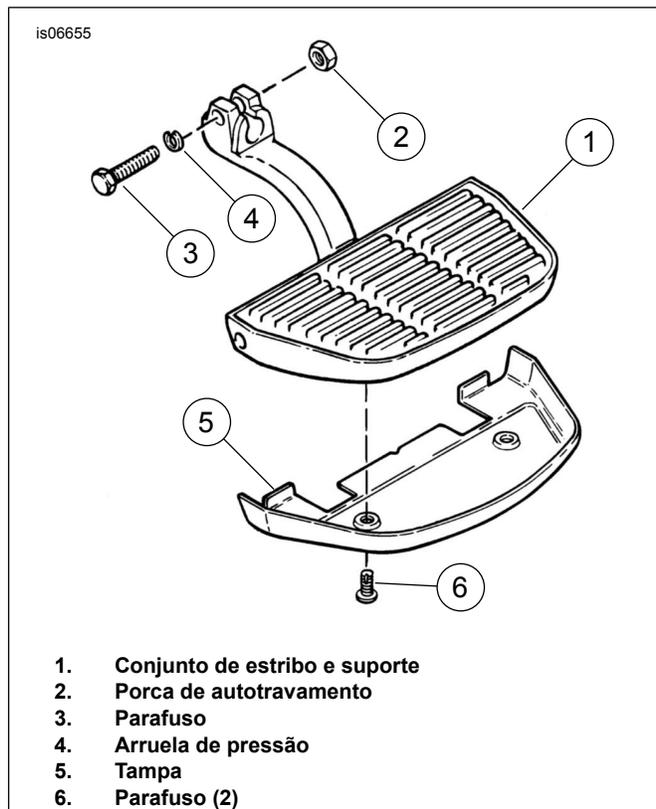
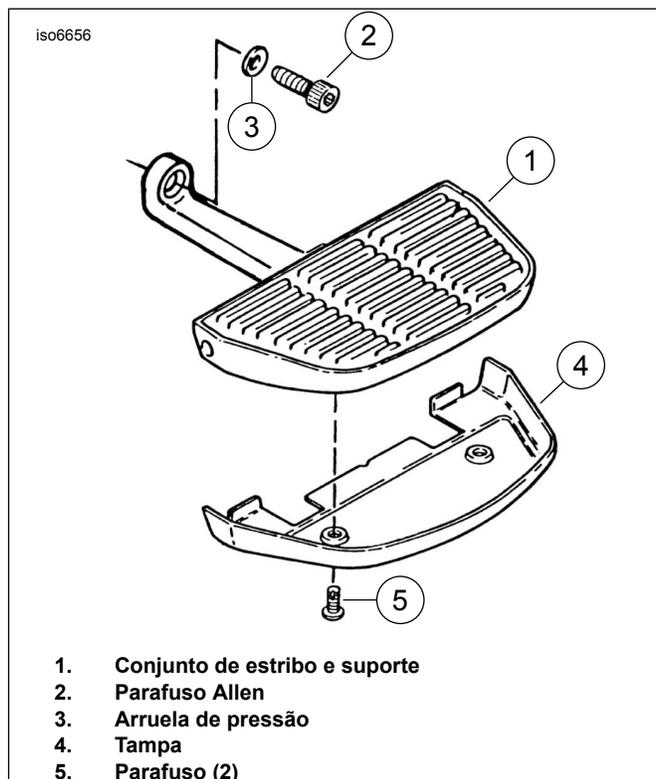

Figura 1. Conjunto de estribo do passageiro - Modelos ano 1992 e anteriores e estribos acessórios
Figura 2. Conjunto de estribo do passageiro - Modelos Touring ano 1993 e posteriores
- a. **Modelos ano 1992 e anteriores e estribos acessórios:** Veja a figura 1. Remova cada conjunto de estribo e suporte do passageiro (1) dos pinos de montagem na motocicleta. Dependendo do tipo de suporte do estribo, será necessário remover a porca de autotravamento (2) e o parafuso (3) ou remover um parafuso (3) e a arruela de pressão (4) dos segmentos bipartidos do suporte do estribo. Guarde todas as ferragens para a instalação.
- b. **Modelos Touring ano 1993 e posteriores:** Veja a figura 2. Remova cada conjunto de estribo e suporte do passageiro (1) dos pinos de montagem na motocicleta. Isso requer a remoção do parafuso Allen (2) e da arruela de pressão (3) dos suportes do estribo. Guarde todas as ferragens para a instalação.
3. Veja Figura 1 e Figura 2. Remova quaisquer tampas que possam já estar instaladas nos estribos.